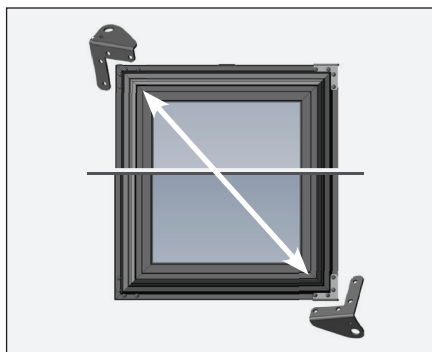

Рис. 6. Этот нижний кронштейн двери будет новым верхним кронштейном двери.
- Удалите все заглушки двери и все винты напротив того места, в котором изначально располагалась петля двери. См. рис. 6.